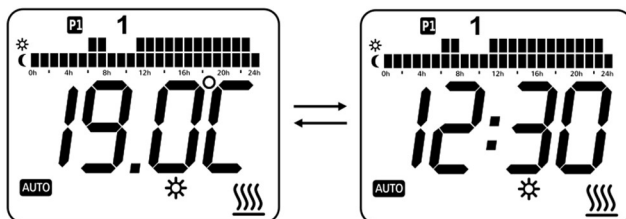

Figura 3. Ecrã no modo Automático, alternando entre a temperatura programada e a hora.
1. Coloque o radiador no chão, como (Figura 3).